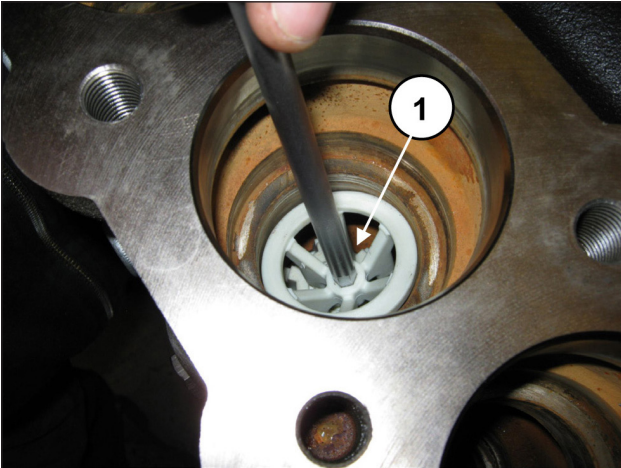

Fig. 100
Extraire l'entretoise du guide de soupape en insérant une clé hexagonale de 8 mm dans le logement prévu à cet effet et en soulevant pour faciliter la dépose (rep. ①, Fig. 100).